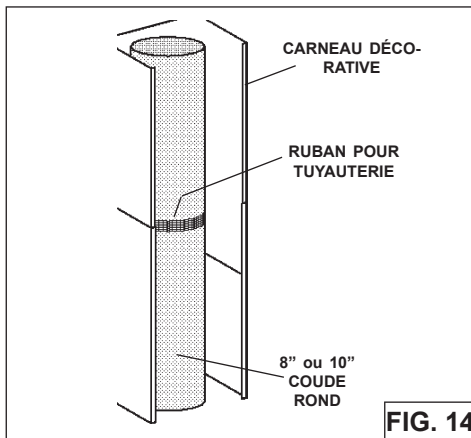

FIG. 14
2. Exécutez 8 "WPPIQ ou 10" WPPIQT et WPPE diamètre des conduits de métal à l'endroit à l'extérieur (Fig.14).